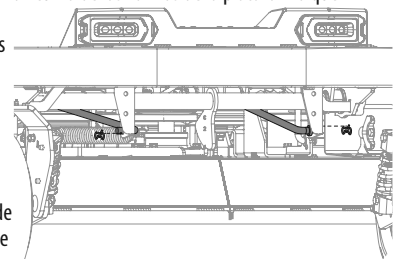

Figura 48
- Extraiga los dos pasadores con unión curva de las varillas de la plataforma que sujetan los soportes del varillaje de elevación centrales delanteros a los soportes de elevación centrales delanteros de la plataforma y tire del extremo delantero de las varillas fuera de su lugar. Consulte la Figura 48.